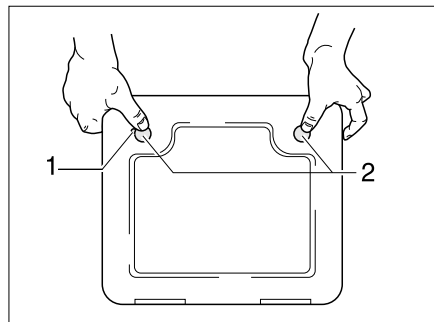

Bild 145 Klappe für die Toiletten-Kassette
- Die Klappe für die Kassette außen am Fahrzeug öffnen. Dazu den Schlüssel in den Schließzylinder des Druckschlusses (Bild 145,1) stecken und eine viertel Umdrehung drehen.
- Beide Druckschlösser (Bild 145,2) gleichzeitig mit dem Daumen drücken und die Klappe für die Kassette öffnen.